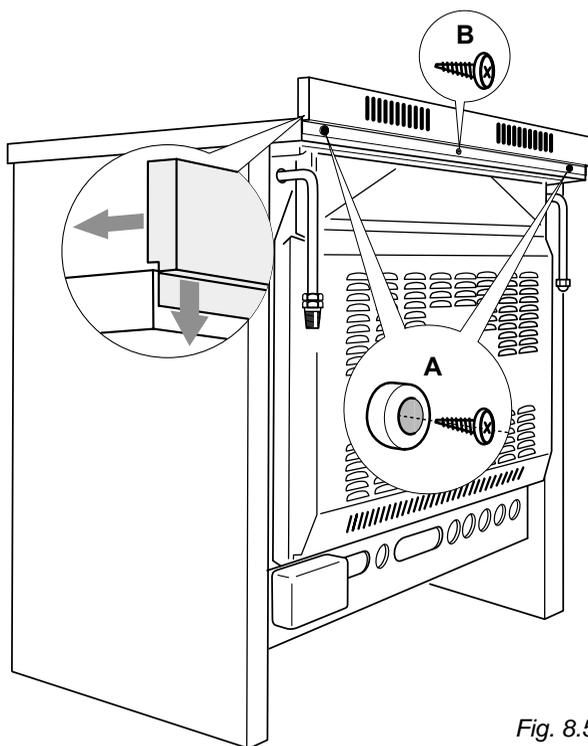

Fig. 8.5
- Togliere i distanziatori "A" (fig. 8.5) dal lato posteriore del piano di lavoro svitando la vite di fissaggio.